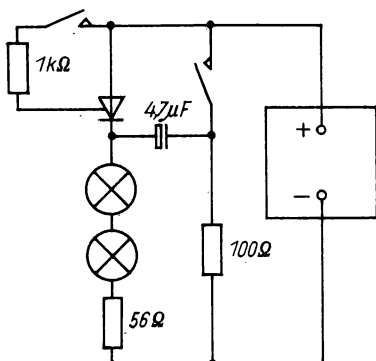

Bild 8.2
- 3.1. Verändern und ergänzen Sie Ihre Experimentierschaltung entsprechend Bild 8.2!